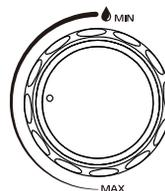

Рис. 4
Изменение температуры воды осуществляется с помощью регулятора протока (см. рис. 4).
- Снимите регуляторы протока и мощности со стержня (рис. 4).